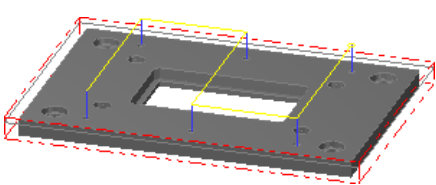

图 2.24 刀具路径
(1) 在刀具列表框中右击, 在弹出的快捷菜单中选择 **创建新刀具 (N)...** 命令, 系统弹出“定义刀具 - 机床群组-1”对话框。
(2) 设置刀具参数。单击“平底刀”按钮，在“平底刀”选项卡的“直径”文本框中输入 6.65。
(3) 设置刀具的加工参数。单击“参数”选项卡，在“进给速率”文本框中输入值 300.0，在“下刀速率”文本框中输入值 200.0，在“提刀速率”文本框中输入值 500.0，在“主轴转速”文本框中输入值 1800.0。
(4) 设置冷却方式。在“参数”选项卡中单击“Coolant...”按钮，系统弹出“Coolant...”对话框，在“Flood”（切削液）下拉列表中选择“On”选项。单击该对话框中的“✓”按钮，关闭“Coolant...”对话框。
Step7. 单击“2D 刀具路径 - 钻孔/全圆铣削 深孔钻 - 无啄孔”对话框中的“✓”按钮，完成加工参数的设置，此时系统将自动生成图 2.24 所示的刀具路径。